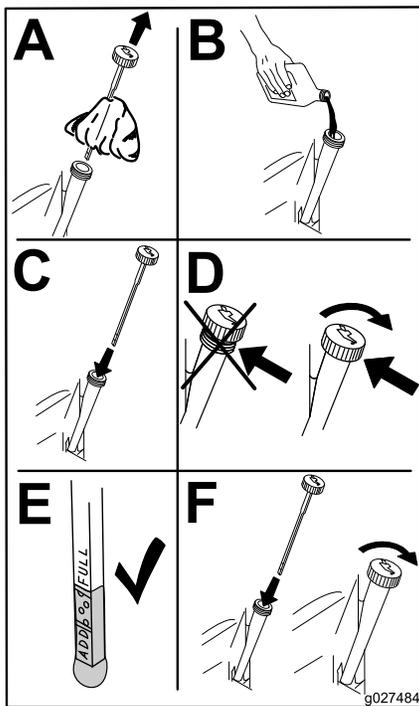

Figure 47
6. Versez lentement environ 80 % de l'huile spécifiée dans le tube de remplissage, puis faites l'appoint lentement pour faire monter le niveau jusqu'au repère maximum (Full) (Figure 47).